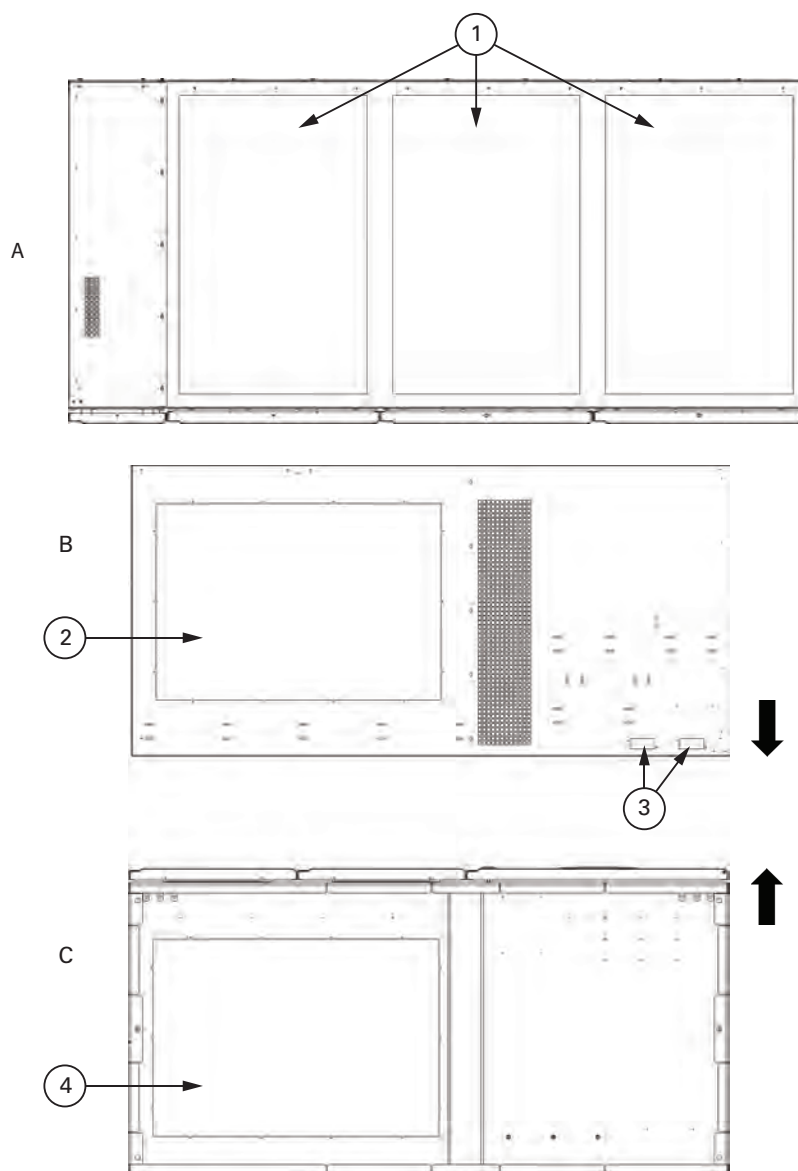
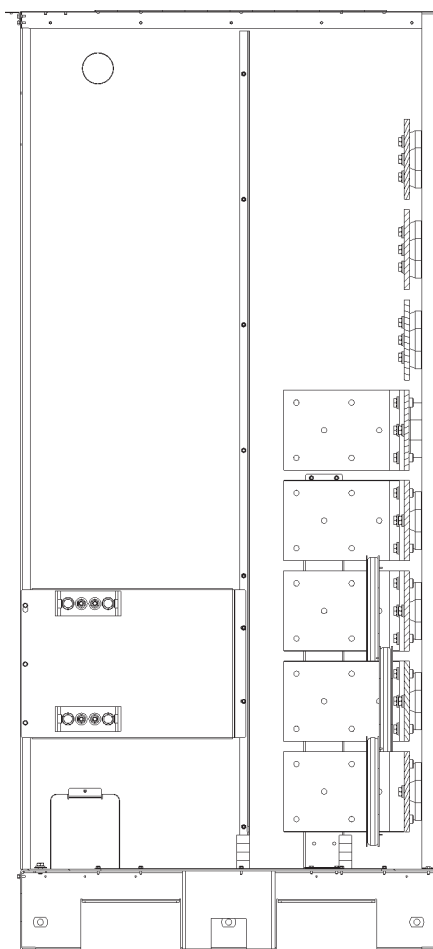
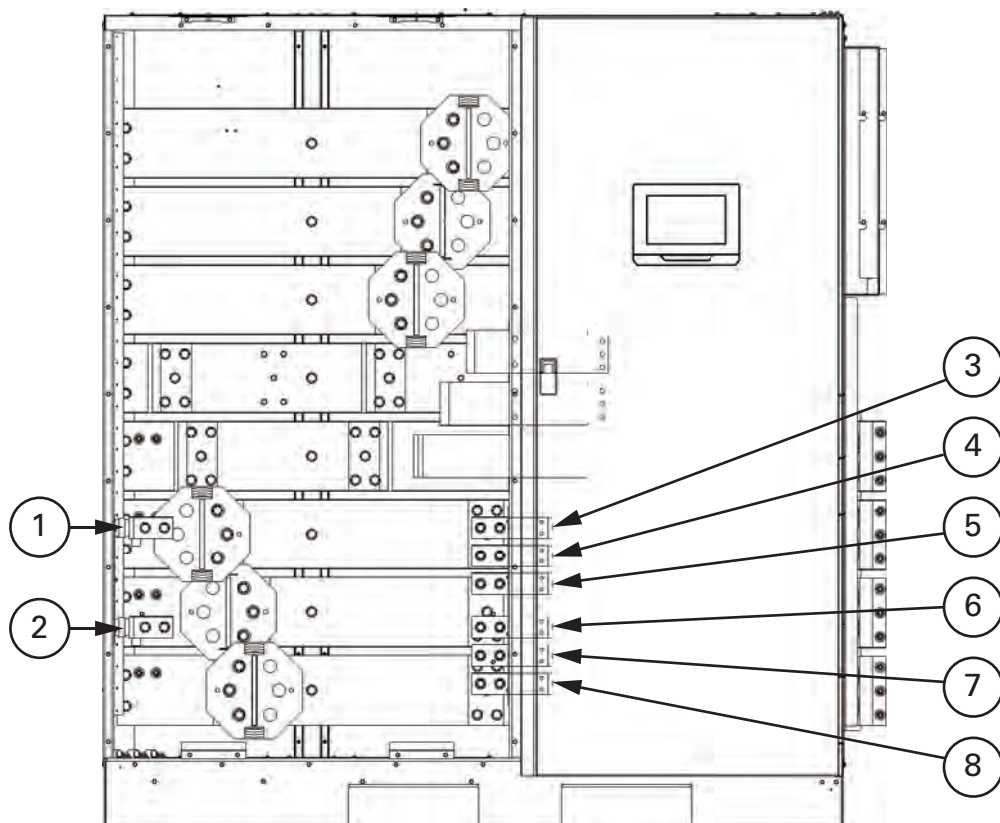

Рис. 4-14. Расположение входов проводки
Рис. 4-19. Узел ВВ клеммы питания секции ISBM ИБП - отдельный аккумулятор
Рис. 4-21. Вид спереди. Конфигурации с отдельными аккумуляторами
Снимите верхние или нижние вводные пластины шкафа ИБП и просверлите/пробейте в них отверстия (см. Рис. 4-14).
3. Проведите входной и выходной кабели/шины сверху или снизу шкафа к клеммам ИБП. Для получения информации о доступе к проводке и расположении клемм общего питания через выпрямитель см. Рис. 4-14 - Рис. 4-19, а для получения информации о расположении клемм отдельного питания через выпрямитель см. .
1. Проведите кабели аккумулятора между секцией ISBM ИБП и аккумуляторной системой или выключателем аккумулятора. Для получения информации о доступе к проводке и расположении клемм см. Рис. 4-14 - Рис. 4-19 и Рис. 4-21.